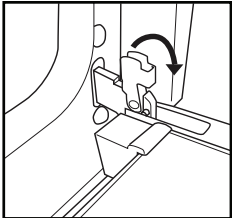

Fig. 1
2. Til de twee vergrendelingen van de scharnieren omhoog en naar voren tot ze niet verder kunnen (fig. 1).